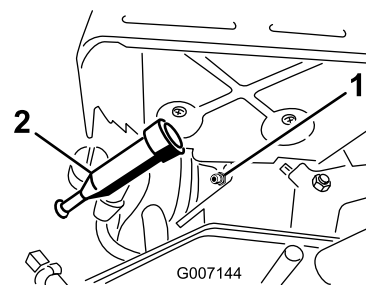

Figure 55
3. Débranchez les bougies (Figure 55).
3. Reconnectez le fil à la bougie (Figure 55).